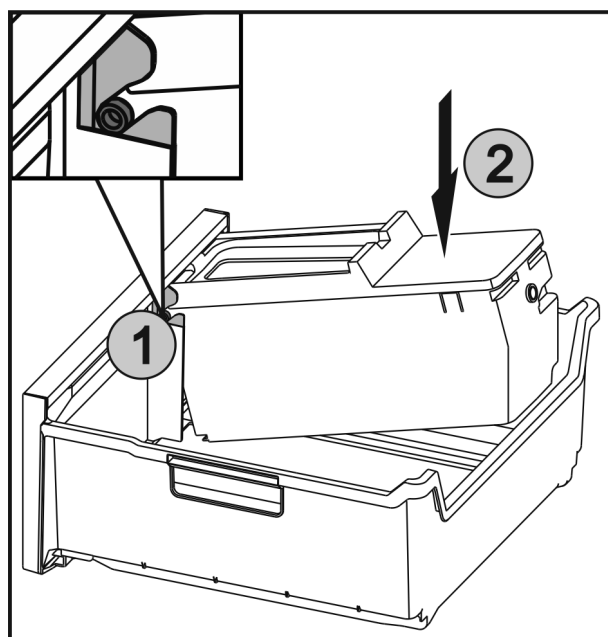

Fig. 42
- ▶ Вставить оси Fig. 42 (1) на EasyTwist-Ice в направляющие и вдавить заднюю сторону Fig. 42 (2) до фиксации наклейки.